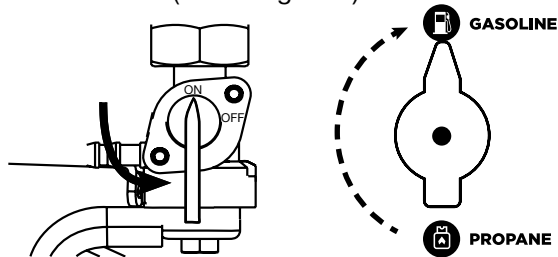

Figura 9 - Cierre de combustible - ENCENDIDO
- a. Mueva la válvula de corte de combustible a la posición de ENCENDIDO (vea la Figura 9).
- b. Gire la perilla del selector de combustible a GASOLINE (vea la Figura 9).